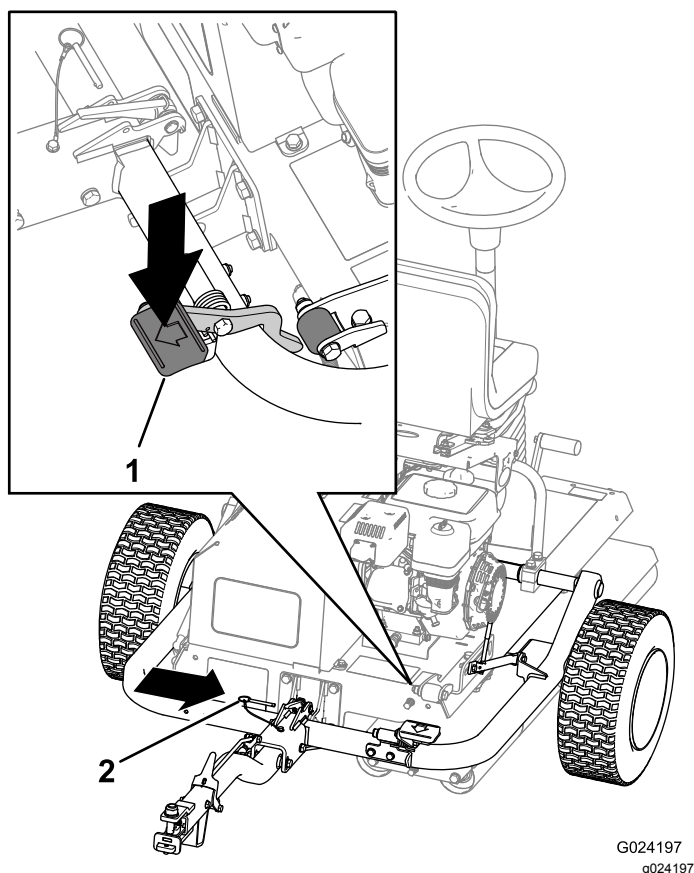

Figura 8
6. Pise el pedal de cierre de la barra de tracción hasta que la barra de tracción se bloquee en su sitio (Figura 8).
7. Introduzca el pasador de bloqueo (Figura 8).